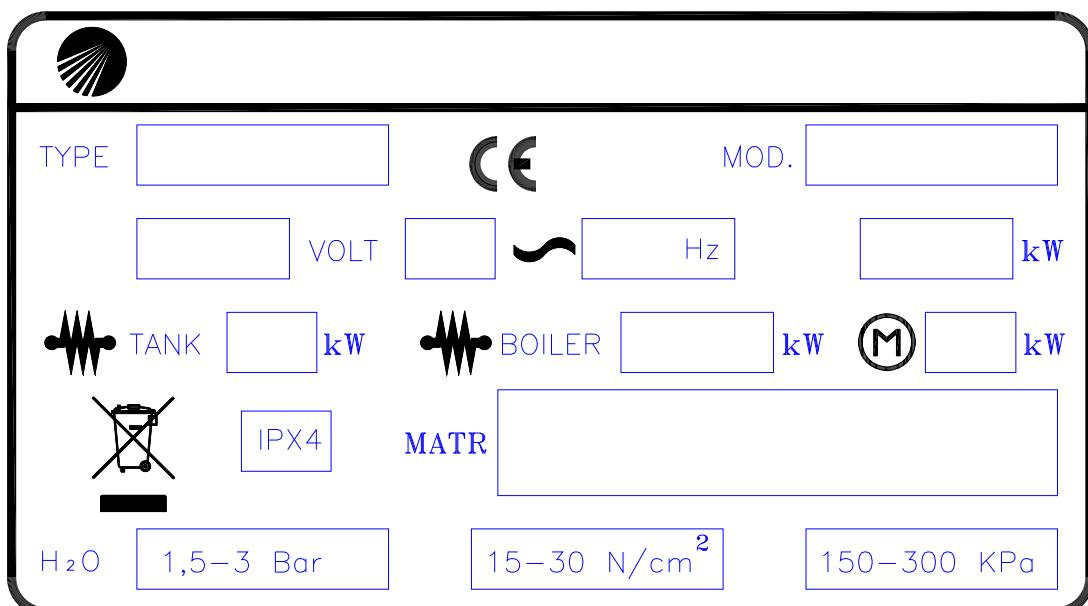

Рис. 1-1
- На правой панели машины расположена табличка с техническими характеристиками (Рис. 1-1). Она содержит всю необходимую информацию для установки прибора.
- The specifications tag (Fig. 1-1) is placed on the right-hand panel of the machine. It contains all the necessary data to install the appliance.
- Das Maschinenschild (Bild. 1-1) befindet sich an der Rechtseite des Gerätes. Es enthält alle für die Aufstellung notwendigen Daten.
- La plaquette (Fig. 1-1) comportant les caractéristiques de l'appareil est placée sur le côté droit. Elle indique toutes les données nécessaires à la mise en place de la machine.
- La placa de características (Fig. 1-1) está ubicada en el flanco derecho de la máquina. Contiene todos los datos necesarios para la instalación.
- A etiqueta com os dados técnicos (Fig. 1-1) está localizada na lateral direita da máquina. Tal etiqueta contém todos os dados necessários para a instalação.
- Het typeplaatje (Afb. 1-1) bevindt zich aan de rechterkant van de machine. Hier staan alle gegevens op die benodigd zijn voor de installatie.